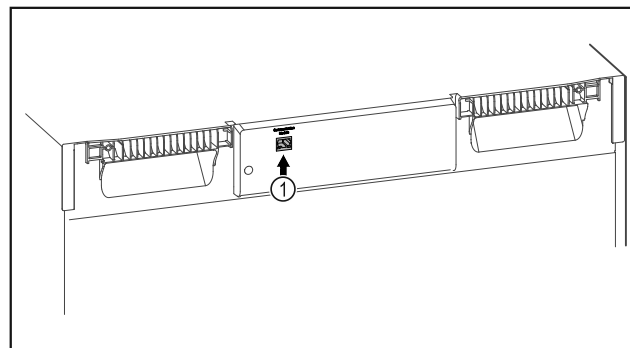

Fig. 72
- ❑ SmartModule Fig. 72 (1) is geplaatst.